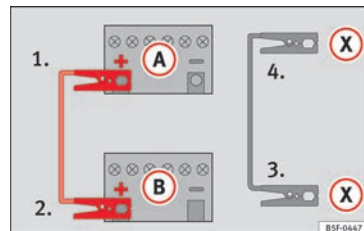

Fig. 77 Esquema de ligação para veículos com sistema Start/Stop.
– *Em veículos com sistema Start-Stop:* ligar uma extremidade do cabo *preto* de emergência (X) a um terminal de massa adequado, a uma peça de metal maciça que esteja aparafusada ao bloco do motor, ou ao próprio bloco do motor » Fig. 77.
5. Ligue a outra extremidade do cabo *preto* de emergência (X), no veículo com a bateria descarregada, a uma peça de metal maciça que esteja aparafusada ao bloco do motor ou ao próprio bloco do motor, mas o mais afastado possível da bateria (A).